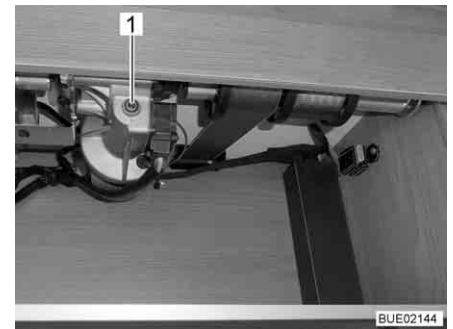

Fig. 138 Accesso all'azionamento
- Inserire nell'alloggiamento del motore (Fig. 138,1) la manovella a disposizione o una chiave esagonale.